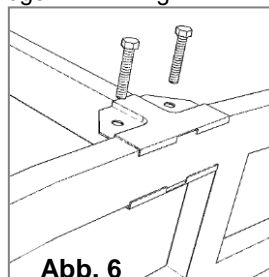

Abb. 6
5.3.2. Befestigen Sie den Bogen mit Montageplatten und Pfetten am Ende. Bitte beachten Sie, dass am Ende T-förmige Platten angebracht sind (siehe Abbildung 6) und am Bogen X-förmige Platten (Abbildung 7). Die Brücken in den Bögen dienen als Anschläge für die Montageplatten. Den